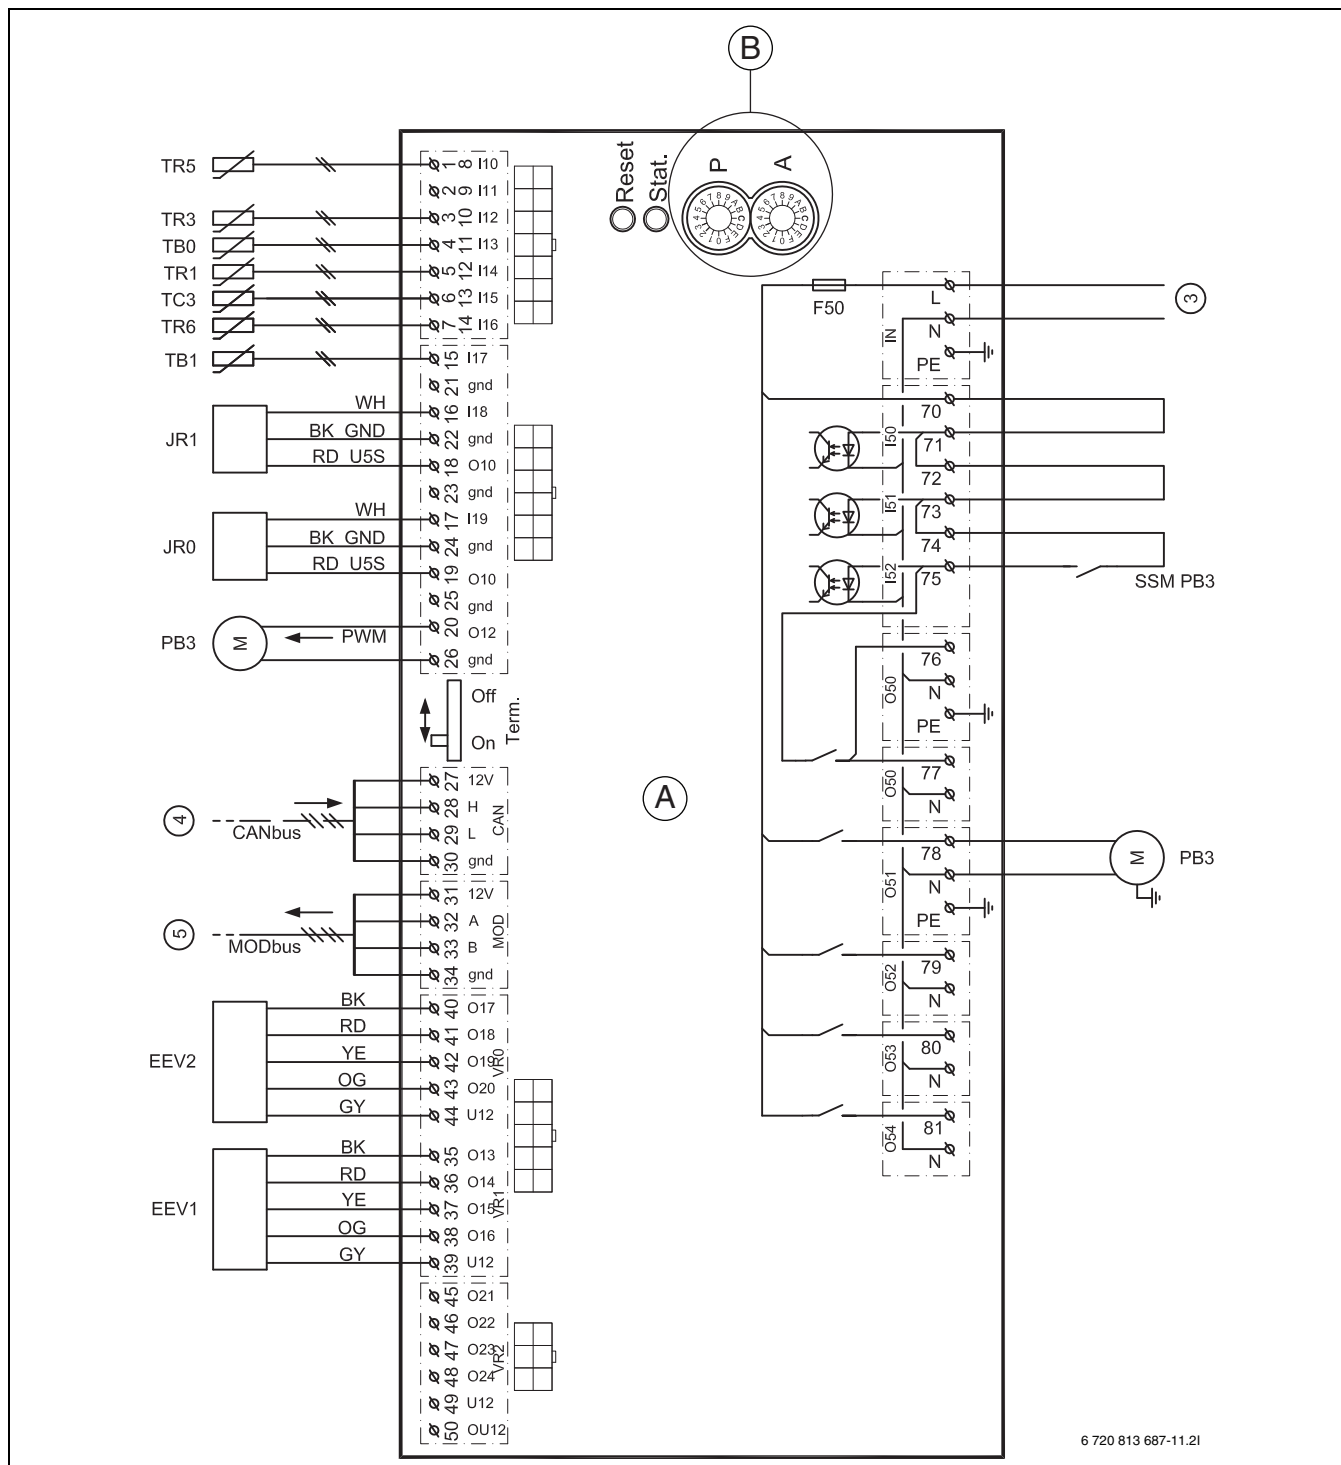

Рис. 30 Электросхема I/O-модуля
- [3] Рабочее напряжение 230 В~, I/O-модуль ([3] рис. 30)
- [5] MOD-BUS от I/O-модуля ([5] рис. 30)
[4]	CAN-BUS к I/O-модулю ([4] рис. 30)